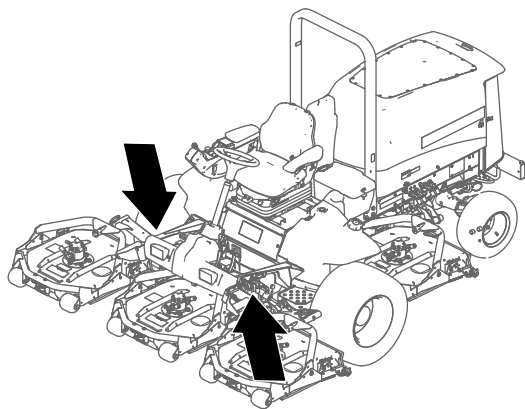
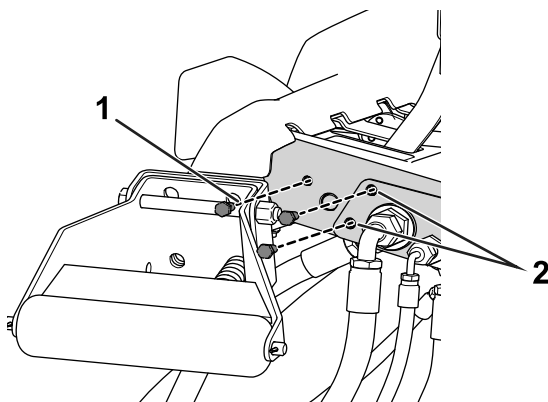
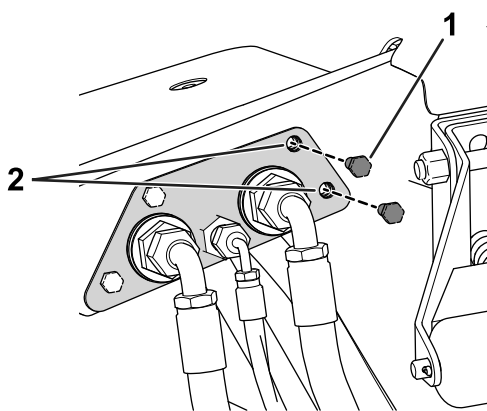

Figura 2
Figura 3
Figura 4
7. Retire os parafusos de ambos os lados da estrutura dos pés (Figura 2) como se mostra na Figura 3 e na Figura 4.
8. Utilize uma broca (3/8 pol.) para aumentar o diâmetro dos dois furos em ambos os lados da estrutura dos pés como se mostra na Figura 3 e na Figura 4.